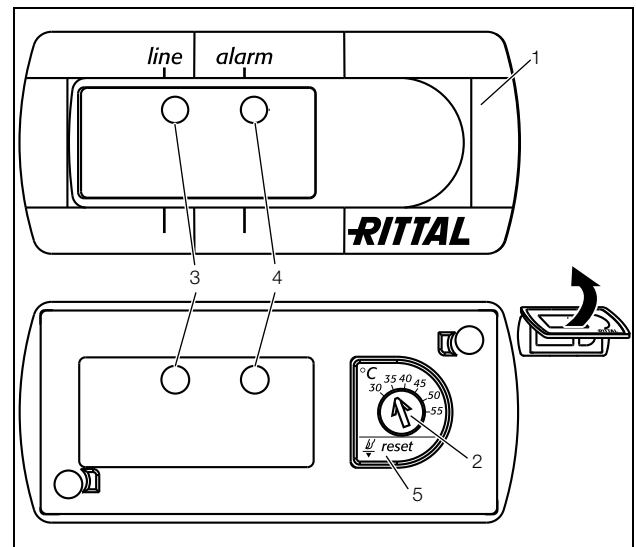

Fig. 28 : Régulateur basic
- Régler la température de consigne sur la valeur souhaitée à l'aide du bouton de réglage (fig. 28).
- Appuyez sur la touche Reset (fig. 28, n° 5) pendant au moins 3 secondes.